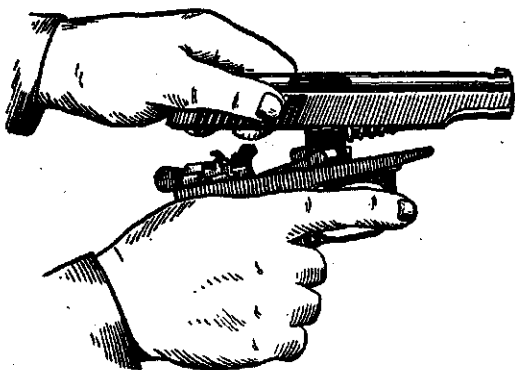
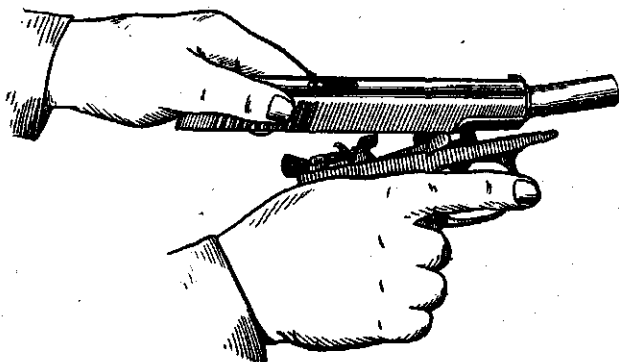

Рис. 6. Введение свободного конца возвратной пружины в канал затвора
Рис. 7. Присоединение затвора к рамке
2) **Присоединить затвор к рамке.** Удерживая рамку за рукоятку в правой руке, а затвор в левой, ввести свободный конец возвратной пружины в канал затвора (рис. 6) и отвести затвор в крайнее заднее положение так, чтобы дульная часть ствола прошла через канал затвора и выступила наружу (рис. 7). Опустить задний конец затвора на рамку так, чтобы продольные выступы затвора поместились в пазах рамки, и, прижимая затвор к рамке, отпустить его. Затвор под действием